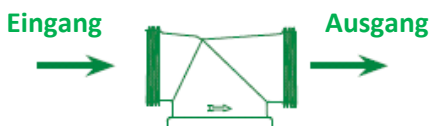

Abb. 1 Wasserstromrichtung
- Den Filter komplett mit Anschluss an die am Wasserleitungsnetz vorhandene Gewindemuffe anschließen. Dazu die beiliegenden Muttern und Verschraubungen verwenden. Der auf dem Drehanschluss aufgeprägte Pfeil (Abb. 1) muss in die Wasserstromrichtung zeigen. Der Filter kann dank des um 360° drehbaren Messinganschlusses sowohl auf vertikale als auch horizontale Leitungen montiert werden.